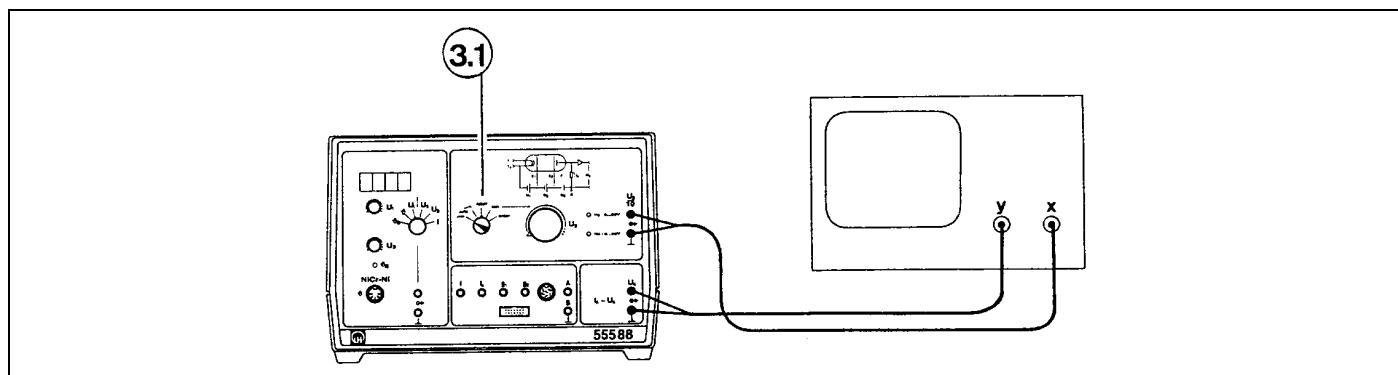
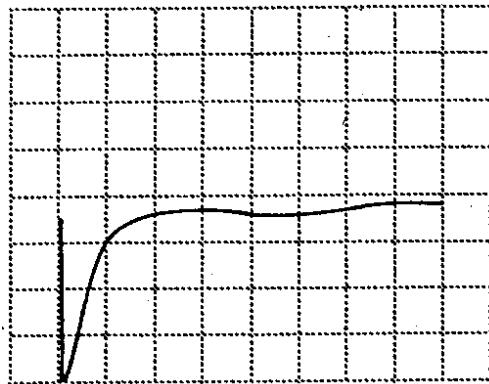

Fig. 7
Fig. 9.1
- Versuchsdurchführungen mit Oszilloskop (Fig. 7): Betriebsartschalter (3.1) auf m stellen: Die Beschleunigungsspannung U_2 wird automatisch mit einem Sägezahnverlauf auf jeweils maximal 30 V bzw. 80 V gefahren. Auf dem Bildschirm lässt sich ein Verlauf gemäß Fig. 9.1 beobachten
- Experiments with oscilloscope (Fig. 7): Set mode switch (3.1) to m : The acceleration voltage U_2 is automatically run up to 30 V resp. 80 V in a sawtooth signal. On the oscilloscope screen, you can observe a curve like the one shown in Fig. 9.1.